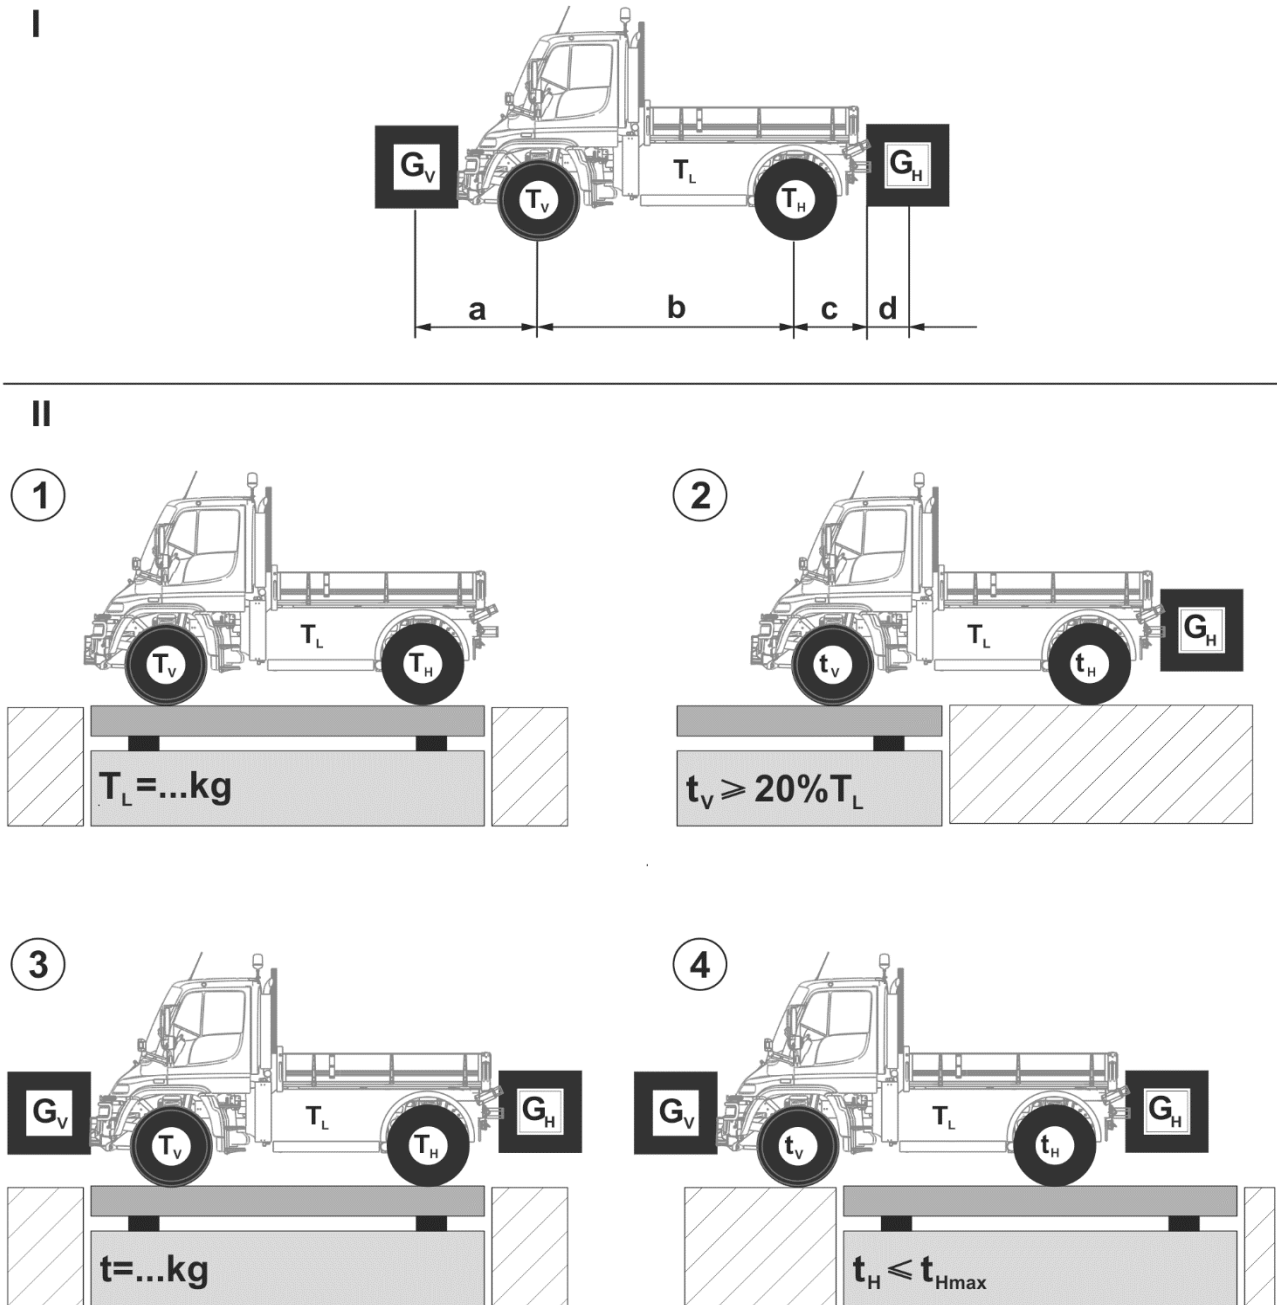

FIGURA 4.4 Suprasarcina suportului de unelte.
- a se pune greutatea osiei din spate ale suportului de unelte cu ajutorul contragreutăți cu o greutate pe baza modelului (FIGURA 4.4);
Pentru a se asigura că condițiile sunt îndeplinite trebuie să executați calculele de mai jos (FIGURA 4.4 – I):
Dacă parametrii nu sunt cunoscuți și nu pot fi stabiliți trebuie să efectuați cântărirea cu ajutorul cântarului (FIGURA 4.4 – II).